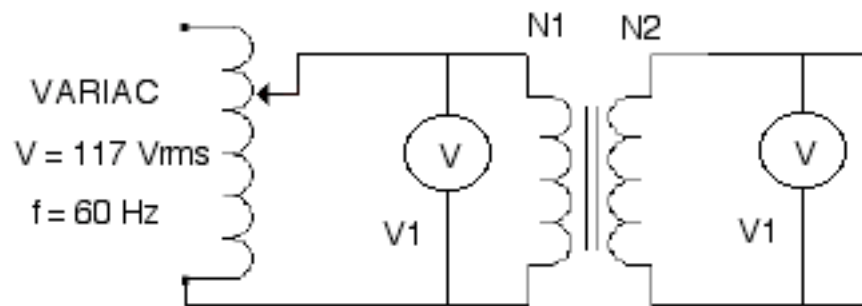

Figura 9.1
9.- Para obtener la relación de vueltas (a), monte el circuito de la figura 9.1.